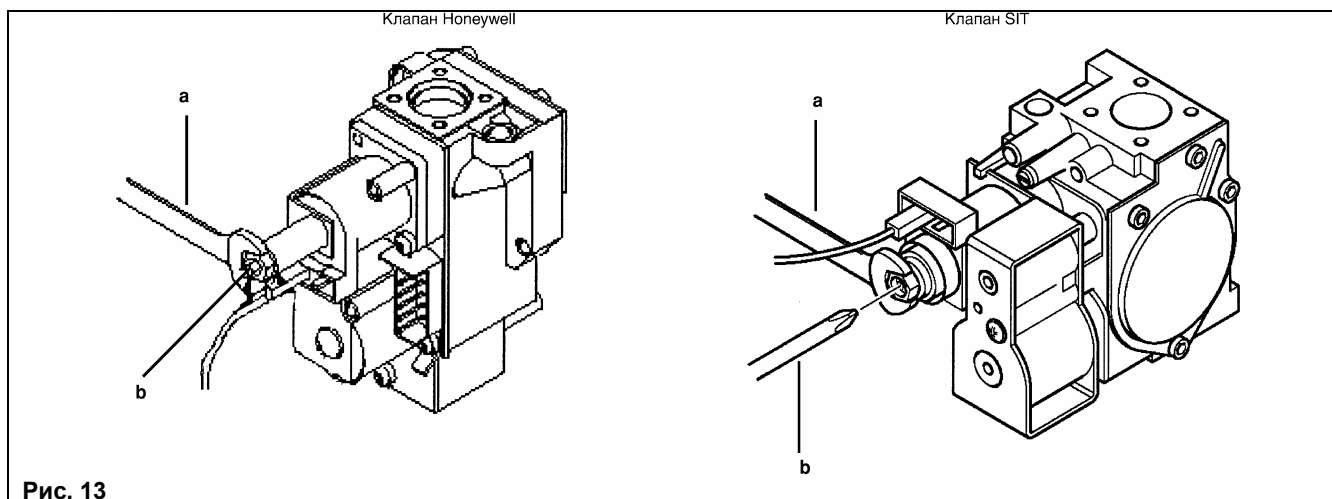

Рис. 13
- Проверить давление газа на горелке согласно таблице 2 для соответствующей модели котла и соответствующего типа газа. При необходимости снять крышку модулятора (позиция 4, рис.12) и поворачивать латунный винт ключом **a** (ключ **a**, рис.13) до достижения давления, указанного в таблице 1 для соответствующей модели котла и соответствующего типа газа.
- Отсоединить провод питания модулятора. Котел перейдет в режим минимальной мощности. Проверить давление газа на горелке согласно таблице 1 для соответствующей модели котла и соответствующего типа газа. При необходимости и поворачивать винт (поз. **b**, рис.13) до достижения давления, указанного в таблице 1 для соответствующей модели котла и соответствующего типа газа.
<p>Положение «OFF» приведенных ниже переключателей обозначает: GPL режим работы котла на природном газе (метане) T-off минимальное время между двумя включениями котла по контуру отопления составляет 3 мин.</p>	 <p>Рис. 13а</p>
<p>Положение «ON» приведенных ниже переключателей обозначает: GPL режим работы котла на сжиженном газе T-off минимальное время между двумя включениями котла по контуру отопления составляет 10 секунд</p>	 <p>Рис. 13б</p>